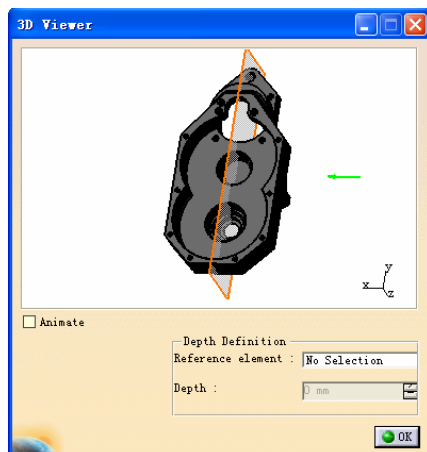

图 6-217
① 在三维窗口中直接按住鼠标左键拖曳平面到需要的位置。此方法不能精确定义修剪深度。
② 在与当前视图垂直的视图中（本例如正视图），移动鼠标到某个坐标轴、中心线或边界（圆弧或直线）上，则定位平面也会在三维窗口中移动到相应位置。此方法可以精确定位修剪深度到某个孔或平面上，生成的视图也将与孔或面产生关联，如图 6-217 所示。